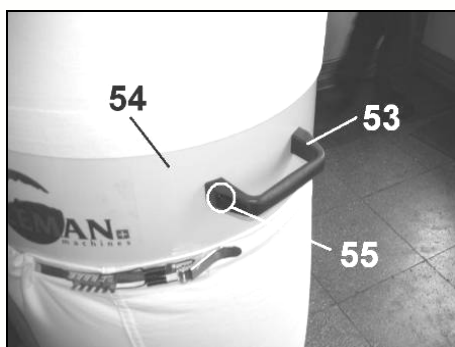

Fig 25
- Positionnez la poignée de déplacement (53) sur la droite du collecteur (54), puis fixez-la avec les 2 vis à 6 pans creux (55) que vous visserez directement dans le collecteur (54) (Fig 25).